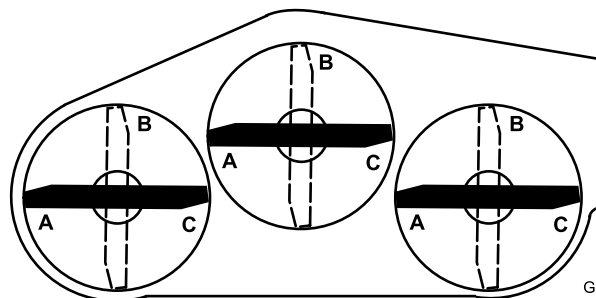
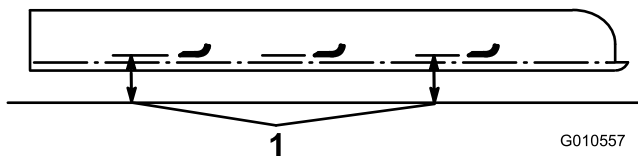
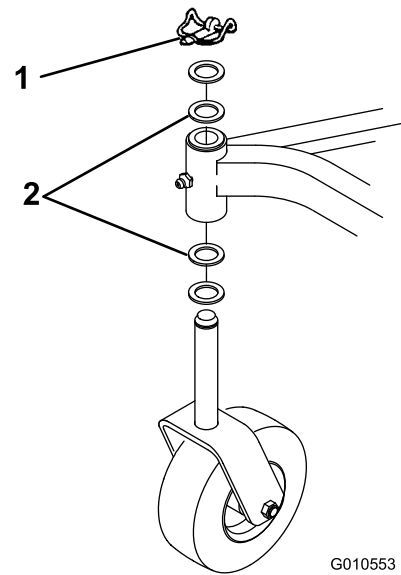

図 24
図 25
図 26
ナットを外す（図24）。キャスタホイールをしっかりと握り、ボルトをフォークから抜き取る。
5. 全部のブレードを A 位置（図 24）にし、水平な床面から各ブレードの刃先の底面までの高さを測定する（図 25）。
6. A 位置でのそれぞれの測定値を記録し、各ブレードを B 位置 (図 24) まで回転させ、同様に各ブレードから床面までの高さを測定する (図 25)。
7. 各ブレードを C 位置まで回転させ、同様に各ブレードから床面までの高さを測定する (図 24 と 図 25)。
8. 各位置での測定値を比較する。隣り合う 2 枚のブレードで、すべての測定値が 6 mm の範囲内に収まっていれば適正である。また、全部のブレードについての計測値の差が 10 mm 以下であれば適正とする。測定値の差が上記の範囲を超えている場合には手順 (9) へ進む。
- A. 通常の刈高が 25 mm から 51 mm の場合は、刈り込みデッキの低い側を高くする。キャストホイールを低い側 (図 26) で固定しているリンチピンを抜き取り、キャスト・アセンブリを外す。
- C. 通常の刈高が 51 mm から 102 mm の場合は、刈り込みデッキの高い側を低くする。デッキの高い側のキャストのリンチピンを抜き取り、キャスト・アセンブリを外す (図 26)。